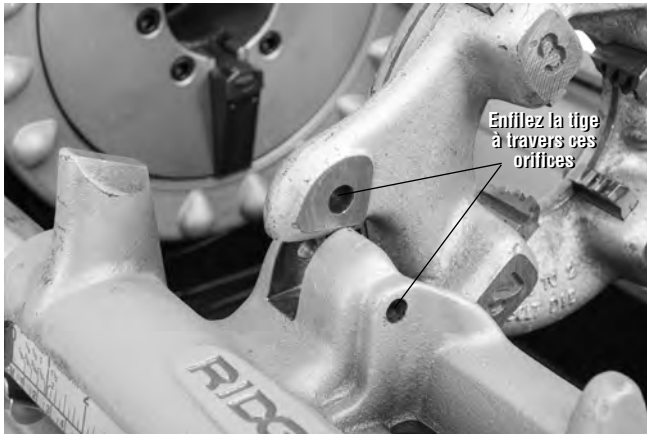

Figure 26 – Fixation de la tête de filière à gauche
3. Enfoncez une tige  $\varnothing \frac{5}{16}$ " de 2 pouces de long à travers l'orifice du bâti du chariot, puis celui de la tête de filière à gauche (Figure 26).